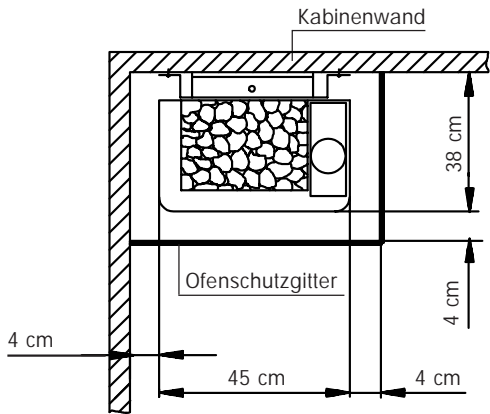

Abb. 1
- Bei der Montage des Saunaofens ist darauf zu achten, daß der senkrechte Abstand zwischen Oberkante Saunaofen und Saunadecke mindestens 90 cm und der waagerechte (seitliche) Abstand zwischen Ofen und Kabinenwand mindestens 4 cm beträgt (Abb. 1). Der Abstand zwischen Ofenunterkante und Fußboden muß mindestens 16 cm betragen. Grundsätzlich ist zu beachten, daß der Ofen nicht auf den Boden gestellt werden darf. Zweckmäßige Bodenbeläge im Saunabereich sind Keramikfliesen o.ä.